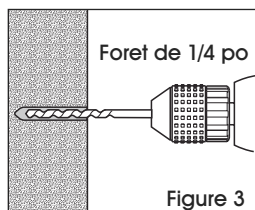

Figure 3
3. Percer des trous pour chacun des supports aux endroits marqués à l'aide d'un foret de 1/4 po. (Voir Figure 3)